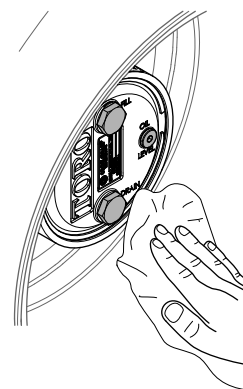

図 78
3. プラネタリハウジングとブレーキハウジングをきれいに拭く図 78。